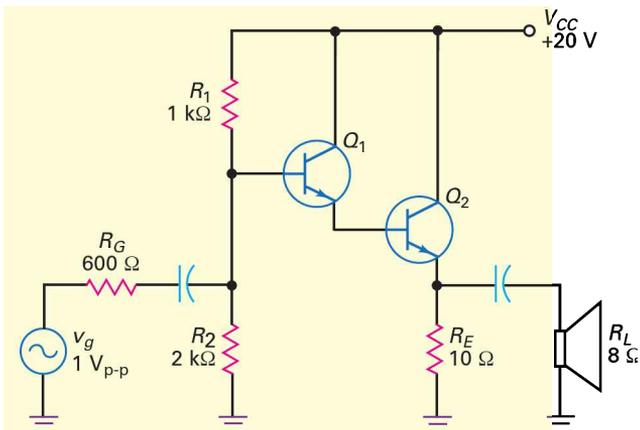

Figure 9.32
9.22 Pour les deux transistors de la figure 9.32, $\beta = 150$. Que vaut l'impédance d'entrée sur la première base ?
9.23 D'après la figure 9.32, quelle est la tension AC d'entrée sur la base de Q_1 si la paire Darlington a un gain en courant total égal à $2\,000$?